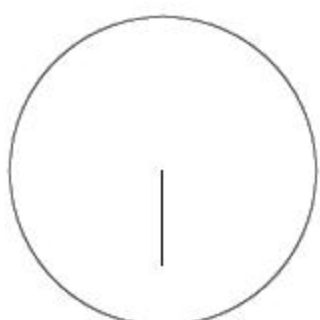

图9-3 绘制线段
**02** 选择菜单【绘图】|【直线】命令,捕捉圆心为起点,向下绘制长度为2的直线,如图9-3所示。